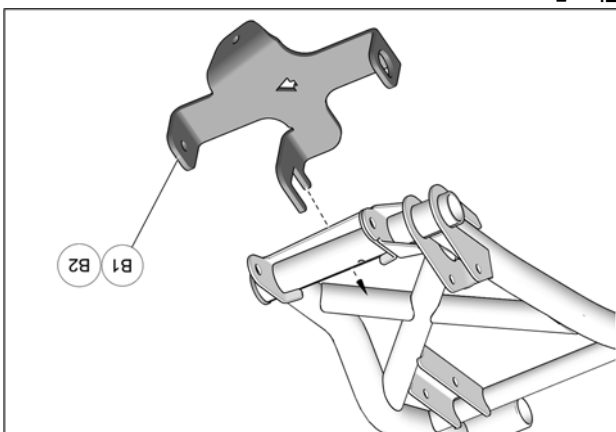

Fig. 5
5. Accrocher l'arrière de l'ancrage (B1-B2) au tube de renfort croisé du bras de suspension inférieur. Voir la Fig. 5